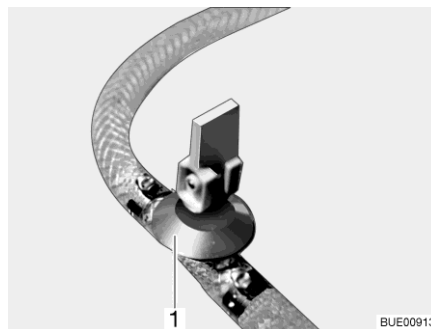
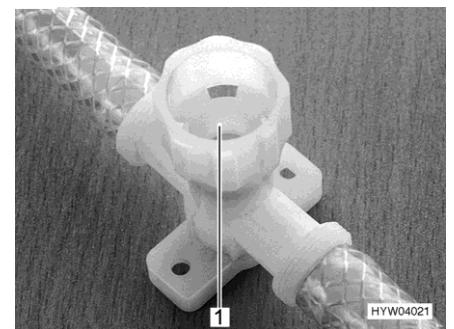

Bild 171 Avtappningskran (med vipparm)
Bild 172 Avtappningskran (med vred)
- Stäng alla avtappningskranar. Ställ för detta avtappningskranens vipparm (Bild 171,1) vågrätt eller vrid avtappningskranens kran (Bild 172,1) medurs.